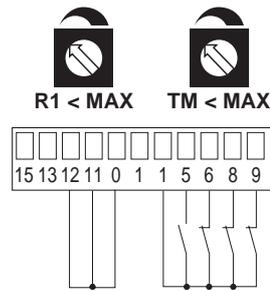

Abb. 5.1
- (Abb. 5.1) **Die Flügel stoppen über mechanische Endanschläge. Bei Hinderniserfassung stoppen die Antriebe.**